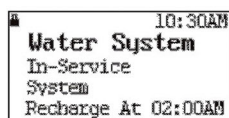

рис. 9D
- Время начала регенерации (только для режимов А-01/03/11/13), например 02:00 ночи (рис. 9D).